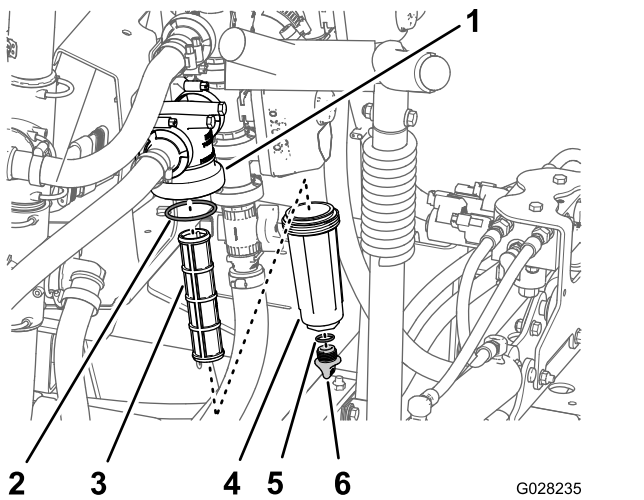

Figura 52
2. Coloque un recipiente de drenaje debajo del filtro de presión (Figura 52).
3. Gire el tapón de vaciado en sentido antihorario y retírelo de la cubeta del filtro de presión (Figura 52).
4. Gire la cubeta en sentido antihorario y retire la cabeza del filtro (Figura 52).
5. Retire el elemento del filtro de presión (Figura 52).
7. Inspeccione la junta del tapón de vaciado (situada dentro de la cubeta) y la junta de la cubeta (situada dentro de la cabeza del filtro) en busca de daños o desgaste (Figura 52).
8. Instale el elemento del filtro de presión en la cabeza del filtro (Figura 52).
9. Instale la cubeta en la cabeza del filtro y apriétela a mano (Figura 52).
10. Coloque el tapón de vaciado en el acoplamiento inferior de la cubeta, y apriete el tapón a mano (Figura 52).